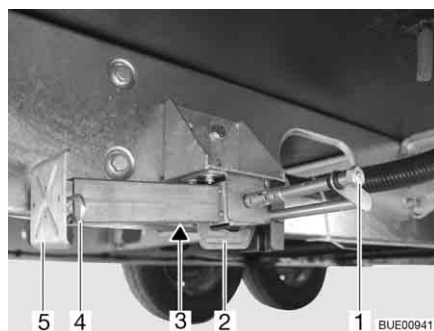

Fig. 36 Apoyo de elevación
- Colocar la llave de vaso en el hexágono (Fig. 36,1) y girarla hasta que el apoyo de elevación quede verticalmente hacia abajo.
- En caso de que la longitud del apoyo de elevación sea ajustable, extraer la clavija hendida (Fig. 36,4) de la prolongación del pie de apoyo (Fig. 36,5).
- Colocar la llave de vaso en el hexágono (Fig. 36,1) y girarla hasta que el apoyo de elevación esté de nuevo libre del suelo.
- Introducir totalmente la prolongación del pie de apoyo (Fig. 36,5) e introducir la clavija hendida (Fig. 36,4) en el orificio previsto para ello que hay en la prolongación del pie de apoyo.
- Girar el hexágono (Fig. 36,1) hasta que el apoyo de elevación se haya girado hacia arriba y la guía (Fig. 36,2) tenga contacto con el extremo de la ranura (Fig. 36,3).